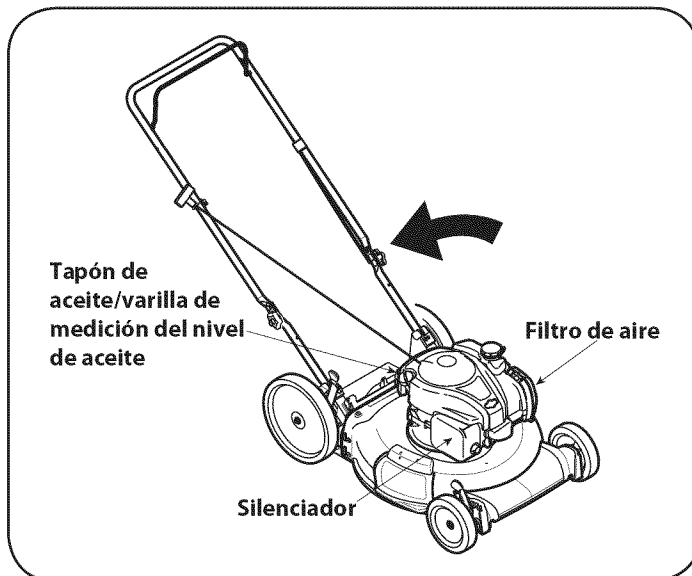

Figura 15
3. Quite la tapa/varilla medidora del nivel de aceite y drene el aceite al recipiente inclinando el motor hacia el tubo de llenado del aceite. Vea la Figura 15.